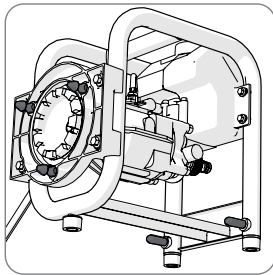

Abb. 11
- Halten Sie die 3 Fixierstifte und 2 Stabilisierungsstifte sauber und besprühen Sie sie gelegentlich leicht mit einem Silikonöl. **(Abb. 11)**